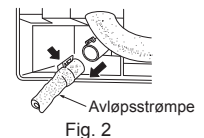

Fig. 2
- Hvis avtappingsslangen som følger med innendørsenheten er for kort, kan den kobles sammen med avtappingsslangen (I) som burde finnes på anlegget ditt. (Fig. 2)
- 3) Trekk ut avtappingsslangen bakerst til venstre i den innvendige enheten. (Fig. 2)